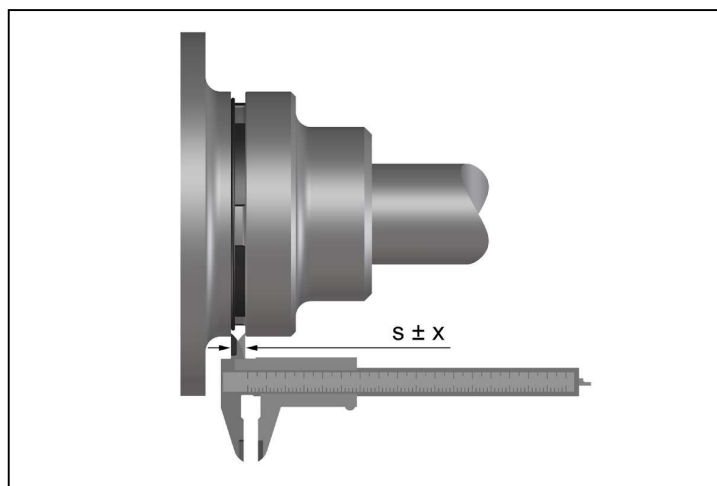

Bild 9
- Messen Sie gemäß (Bild 9) das axiale Spaltmaß S.